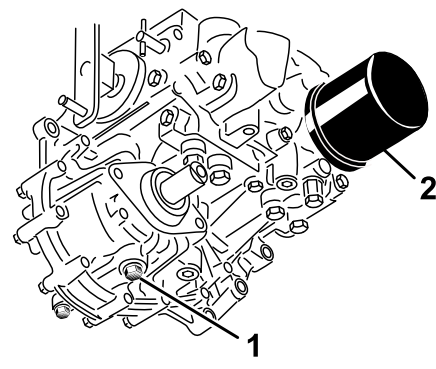

Figura 49
3. Coloque um recipiente grande sob o reservatório hidráulico e cárter da transmissão e retire os bujões, drenando todo o fluido hidráulico (Figura 49).
4. Limpe a zona em redor do filtro de óleo hidráulico e retire-o (Figura 49).